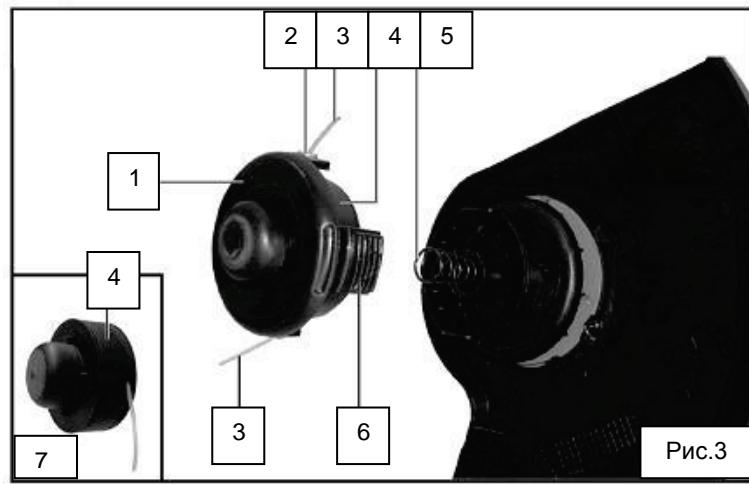

Рис.3
## Снятие катушки (Рис.3).
- Нажмите баковые фиксаторы (6, рис.3) и выньте крышку катушки (1, рис.3) и катушку (4, рис 3) из закрепленного на валу основания катушки. Не потеряйте пружину.
- Выньте пустую катушку (4, рис 3) из крышки катушки (1, рис.3) и очистите все детали катушки.
- Установите катушку с крышкой и пружину (5, рис.3) в основание и поверните по часовой стрелке пока крышка не защелкнется.